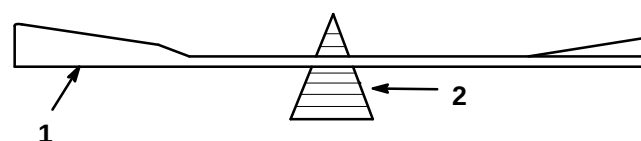

Abbildung 35
2. Die Auswuchtung des Schnitmessers auf einer Messerwaage überprüfen (Abb. 35). Wenn das Schnittemesser in horizontaler Position bleibt, ist es ausgewuchtet und kann wiederverwendet werden. Wenn das Schnittemesser nicht ausgewuchtet ist, an der Rückseite des Messers etwas Metall abfeilen. Diesen Vorgang wiederholen, bis das Messer ausgewuchtet ist.